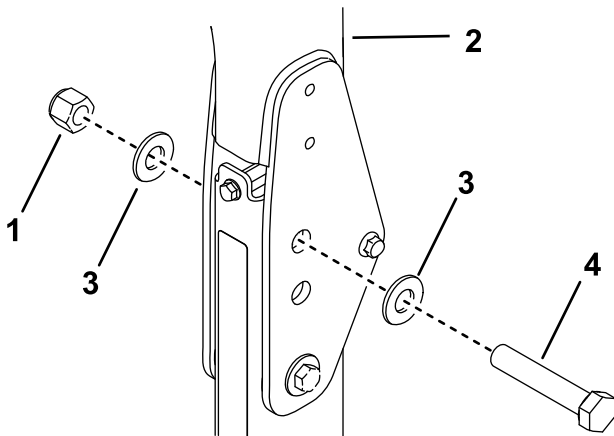

Figure 37
- Placez une rondelle ($13/16'' \times 1\frac{1}{2}''$) sur chaque boulon ($\frac{3}{4}'' \times 4''$), comme montré à la Figure 37.
- Placez les boulons et rondelles dans les trous occupés précédemment par les axes (Figure 37).
- Placez une autre rondelle sur chaque boulon et fixez le tout avec des écrous ($\frac{3}{4}''$), comme montré à la Figure 37.